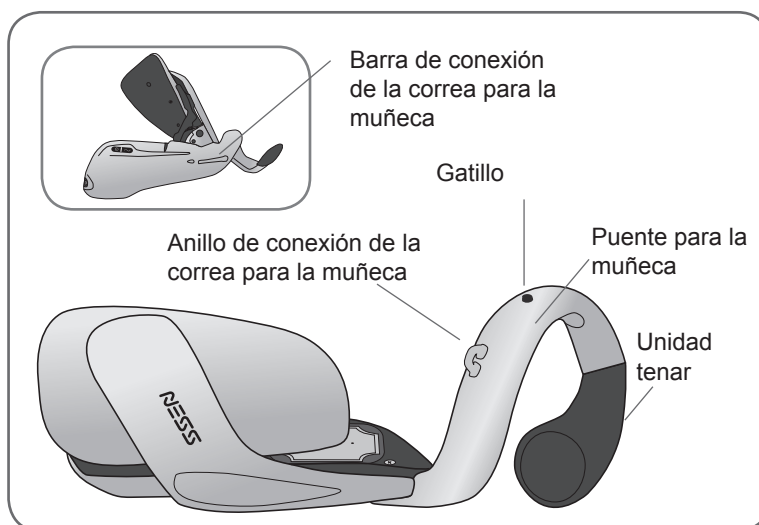

Ilustración 4-4: Extremo en espiral de la ortesis H200 Wireless.
El extremo en espiral incluye lo siguiente. Consulte la Ilustración 4-4.
- Un accesorio amortiguador para la muñeca extraíble: situado en la parte inferior del puente para la muñeca y que se usa como almohadilla para la muñeca. (No se muestra en la Ilustración 4-4).